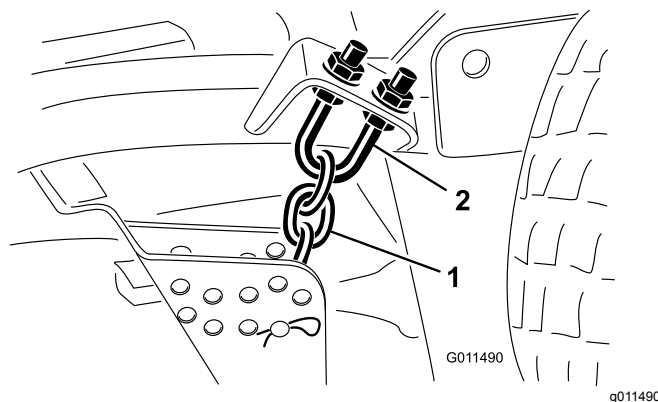

Figura 84
1. Allentate i controdadi sulla parte superiore o inferiore del bullone a U della catena dell'altezza di taglio (Figura 84).